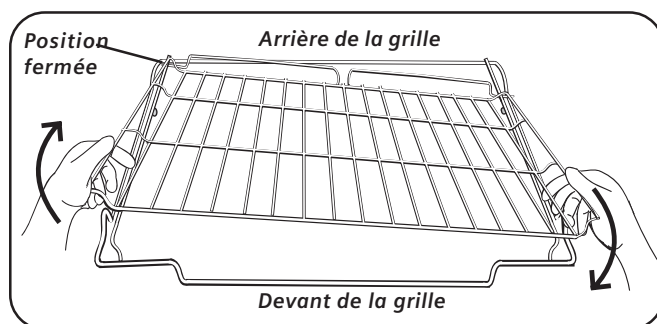

Figure 2 - Désassemblage de la grille
**Les deux sections de la grille sont conçues pour se séparer et faciliter le nettoyage.** Placer la grille sur une surface plate en position fermée, à l'endroit. Tourner un côté de la grille supérieure vers soi jusqu'à ce que la butée (bille) soit passée. Tirer la grille vers le haut et sortir, tourner le côté d'abord (figure 2). **Pour réassembler,** maintenir la grille supérieure diagonalement en travers de la grille inférieure. Insérer un côté de la grille supérieure en position fermée. Tourner l'autre côté vers l'arrière de la grille jusqu'à ce qu'elle passe la butée (bille). Pousser la grille supérieure jusqu'au fond (figure 3). Si la grille supérieure ne s'étire pas complètement, elle est mal installée. La réinstaller de façon à ce que la butée de casserole soit à l'arrière du four.